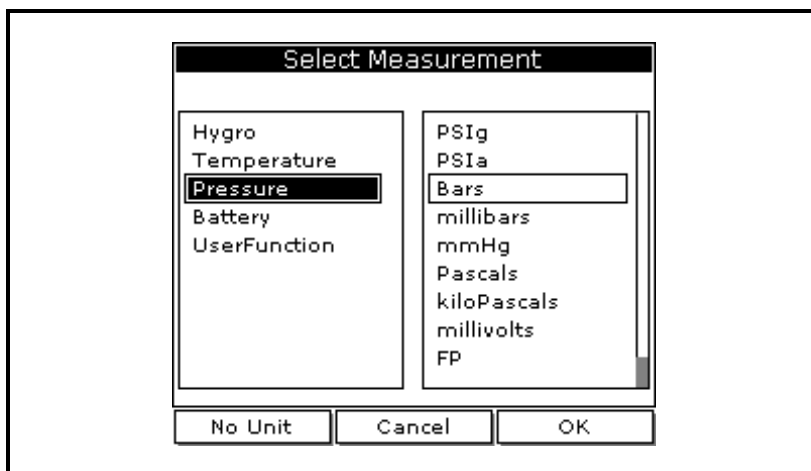

图 4-4 : Select Measurement (选择测量结果) 窗口
1. 使用 [▼] 键进入一个文本框，然后按 [ENTER] (进入)。随即会出现一个类似于下图 4-4 的屏幕。